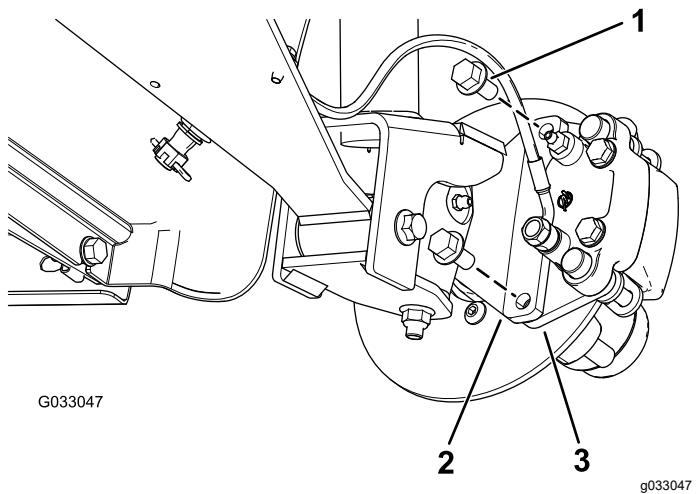
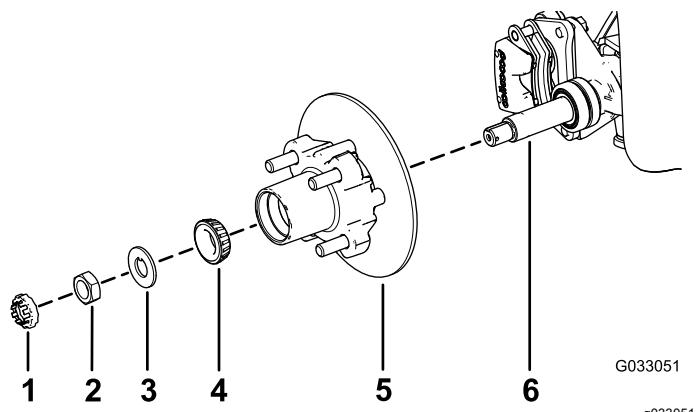

Figura 24
Figura 28
3. Togliete i bulloni a testa flangiata ($\frac{3}{8}$ " x $\frac{3}{4}$ ") che fissano la staffa del gruppo del freno al mandrino e separate il freno dal mandrino (Figura 24).
1. Lubrificate leggermente il mandrino con il grasso specificato (Figura 28).
2. Montate il mozzo e il rotore sul mandrino con il rotore verso l'interno (Figura 28).
3. Montate il cuscinetto esterno sul mandrino e inserite il cuscinetto sull'anello esterno (Figura 28).
4. Montate la rondella di sicurezza sul mandrino (Figura 28).
5. Avvitate il dado del mandrino sul mandrino e serrate il dado a 15 N·m mentre ruotate il mozzo per posizionare in sede il cuscinetto (Figura 28).
2. Allineate le pastiglie dei freni su ciascun lato del rotore (Figura 24) e i fori sulla staffa della pinza con i fori sul supporto del freno del telaio del mandrino (Figura 28).
3. Fissate la staffa del calibro al telaio del mandrino (Figura 24) utilizzando i 2 bulloni a testa flangiata ($\frac{3}{8}$ " x $\frac{3}{4}$ ").